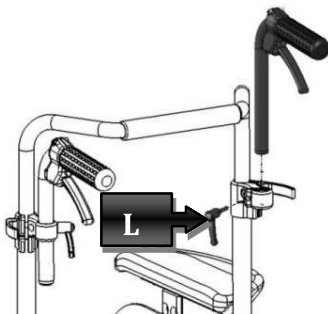

Abbildung 38
Um den Schiebegriff zu ersetzen, den Hebel (L) lösen, den Griff wie in Abbildung 38 gezeigt entfernen und den neuen Griff einführen, den Hebel (L) fest anziehen.